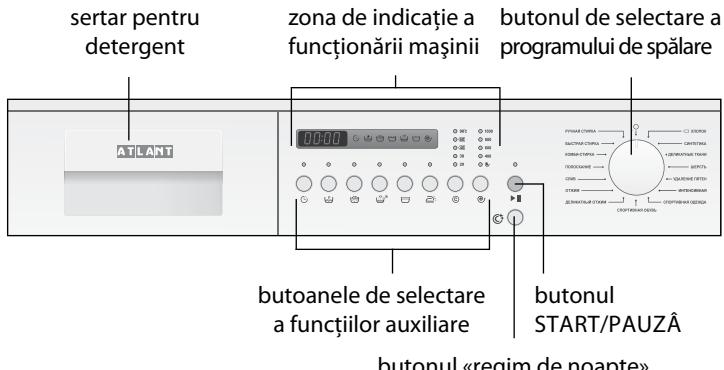

Figura 1 – Panoul de comandă
1.1.1 Elementele de comandă a mașinii sunt prezentate în figura 1. Butonul de selectare a programului (în continuare numit - Selector), butonul ► II (START/PAUZĂ), butonul de regim de noapte C, și denumirile butoanelor de selectare a funcțiilor auxiliare sunt prezentate în figură 2, 3.